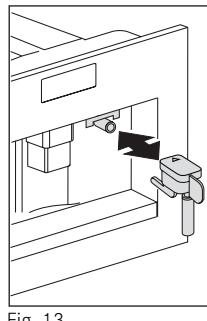

Fig. 13
- Pour utiliser à nouveau l'appareil, insérez le bec d'eau chaude (Fig. 13) s'il n'est pas déjà en position, appuyez sur l'icône ☕ (B9). Le message « HOT WATER PRESS OK » (EAU CHAUDE APPUYER SUR OK) s'affiche. Appuyez sur l'icône ☕ (B9) dans un délai de quelques secondes et distribuez de l'eau depuis le bec pendant environ 30 secondes. Lorsque la distribution s'arrête, les modes de base sont de nouveau affichés.